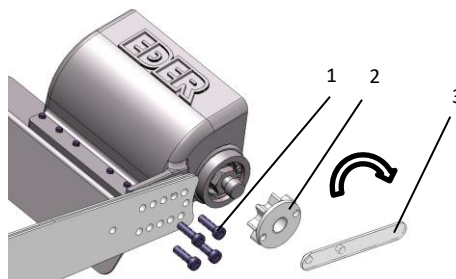

Fig. 2: Fastgør hovedet på holder
- > Skru respektive hoved fast med de 4 M6x20 bolte (1 - Fig. 2). Kontroller jævnlgt bolte for fastspænding. Respektive hoved kan monteres i forskellige positioner efter motorsavsmodel. Den rigtige monteringsposition findes ved at drivkæden er tilstrækkelig spændt og også kan efterspændes.
- > Skru drivhjul på huset (2 – Fig.2) og spænd drivhjul fast med topnøglen (3 – Fig.2) .